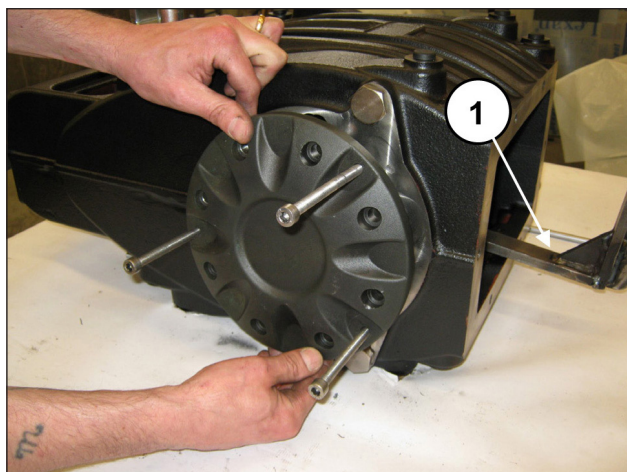

图 30
一边支撑着轴，一边拆除轴承盖，以免损坏(位置①，图 30)。